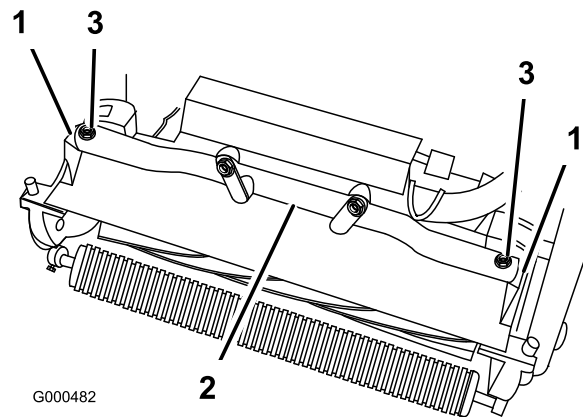

Figure 6
4. Tournez le châssis du groupe de déplacement (Figure 6) en avant jusqu'à ce qu'il s'engage avec les bras de pivot du plateau de coupe.
5. Fixez le châssis du groupe de déplacement aux bras de pivot du plateau de coupe avec (2) boulons M10 x 25 mm (Figure 6)